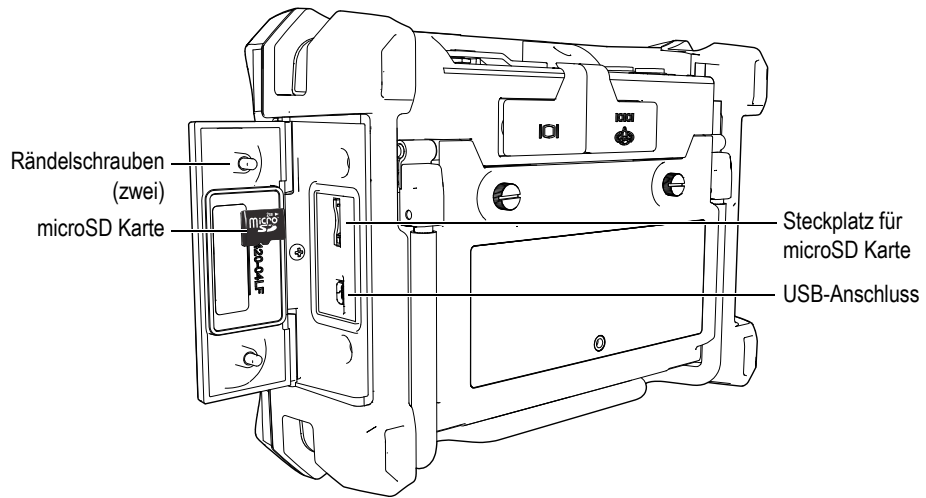

Abbildung 1-13 Einlegen der microSD Karte
2. Lösen Sie die beiden Rändelschrauben und öffnen Sie die seitliche E/A-Klappe des NORTEC 600 (siehe Abbildung 1-13 auf Seite 41).